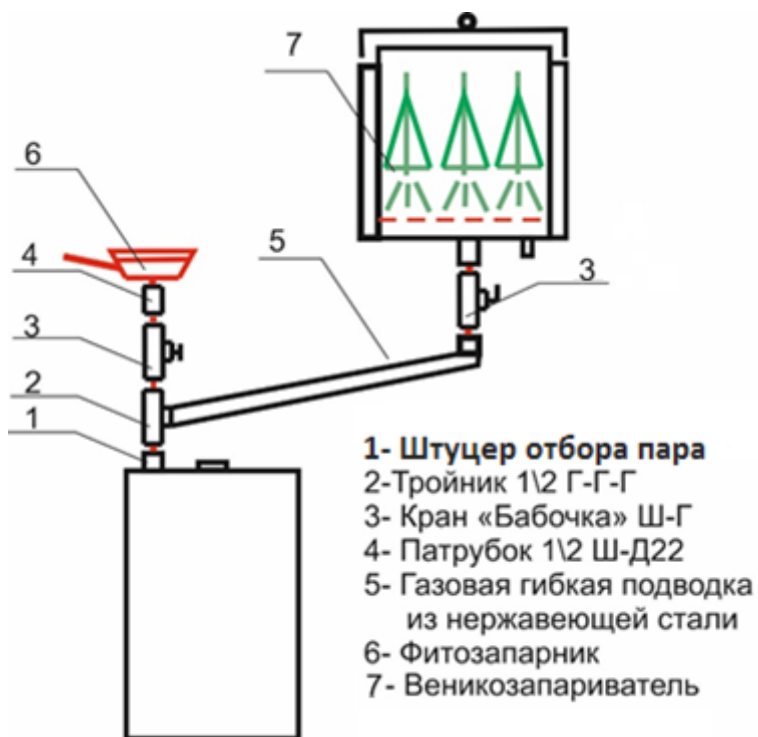

Рис.5 Схема отбора насыщенного пара от ЭГПП.
- 2.2.6 В качестве опции к Устройству возможно подключение Фитозапарника и (или) Веникозапарника в соответствии со схемой подключения рис.5. К штуцеру отбора пара (поз.1 рис.5) через кран (поз.3, рис.5) подключается Фитозапарник (поз.6 рис.5), или, посредством гофрированной трубы из нержавеющей стали (поз.5 рис.5), Веникозапарник (поз.7 рис.5). При одновременном использовании Фитозапарника и Веникозапарника используется тройник (поз.2 рис.5)
В Устройстве режим автоматического поддержания температуры в парильном помещении дополнен режимом парогенерации. Для включения ЭГПП следует нажать клавишу на левой боковой стороне ПУ (поз.1, рис.6), при этом на ПУ должен светиться индикатор красного цвета (поз.2, рис.5). Примерно через 30 мин. начнется генерация паровоздушной смеси.